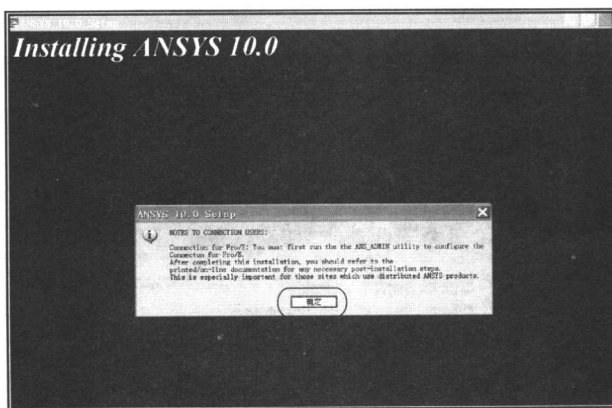

图 1-8 ANSYS 程序与 Pro/E 连接设置
- ⑧ 出现 ANSYS 与 Pro/E 连接设置界面如图 1-8 所示, 单击“确定”按钮进行下一步安装。